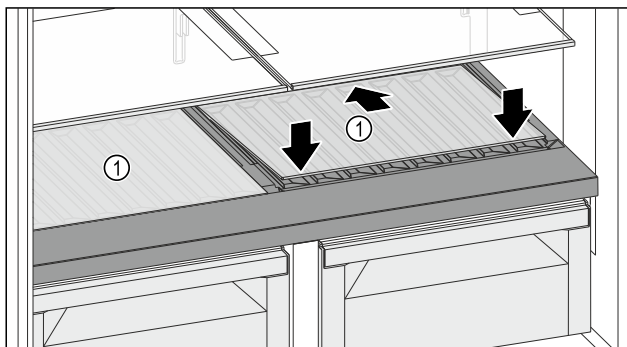

Fig. 124
- Posizionare il ripiano di vetro Fig. 124 (1) inclinato indietro e verso il basso.
- Abbassare la parte anteriore del ripiano di vetro Fig. 124 (1).